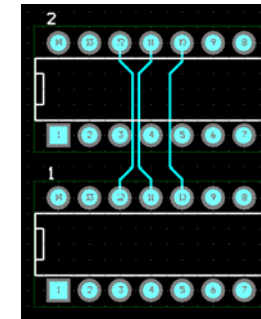

рис. 3-39
- **Уровень В (дизайн средней сложности; стандартный).** Разрешается провести два трека между двумя выводами стандартной DIP-микросхемы (рис. 3-39). Расстояние между треками – 8 милей.